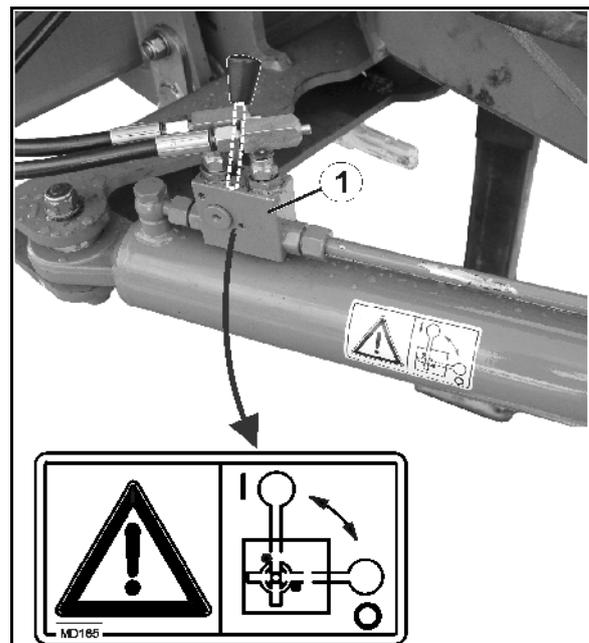

Fig. 27
4. Lenkdeichsel durch Schließen des Absperrhahns (Fig. 27/1) in Position **0** sichern.